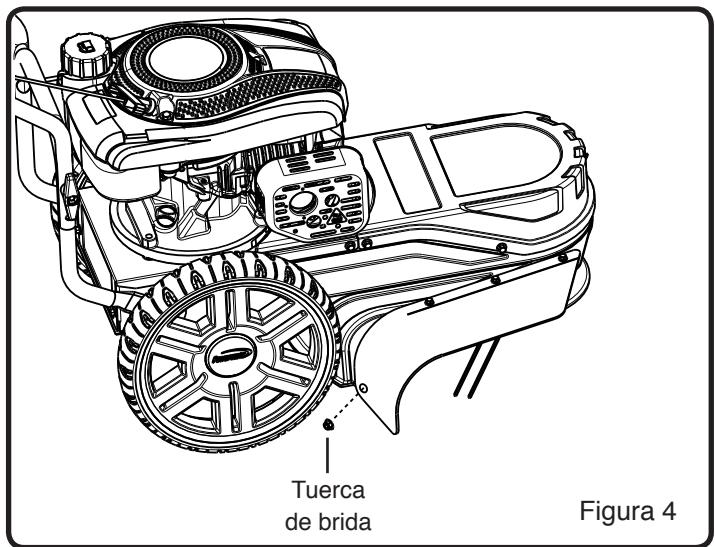

Figura 4
**NOTA:** Refiérase a la Figura 4 al seguir los pasos abajo.